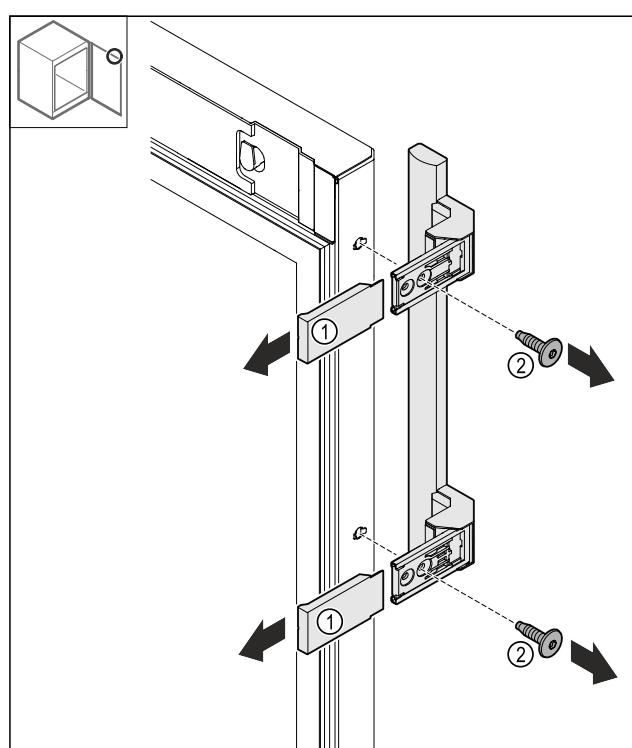

Fig. 24
► Nutraukite dengiamasias plokštèles Fig. 24 (1).
► Atlaisvinkite varžtus Fig. 24 (2).